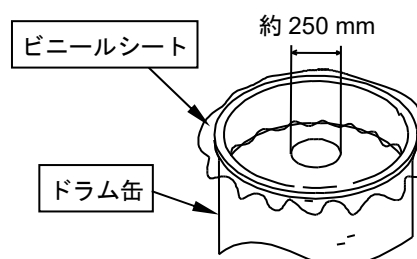

Fig.7
インキ面のビニールシートのシワをドラム缶内周の隅まできれいに伸ばしてください。（Fig.7）
別途ビニールシート（約 1.2 m 四方、厚さ 0.07～0.08 mm）を用意して、ドラム缶内のインキ面に被せてください。この際、ドラム缶に対して均等に被せ、ドラム缶内周の隅まできれいにインキ面に密着させてください。（Fig.7）
- 4) ビニールシート外周の余り分をドラム缶の縁から外へ広げて出してください。（Fig.7）
- 5) ビニールシートの中央部に直径 250 mm 程度の丸穴を開け、カットした中央のビニールシートを取り除いてください。（Fig.7）